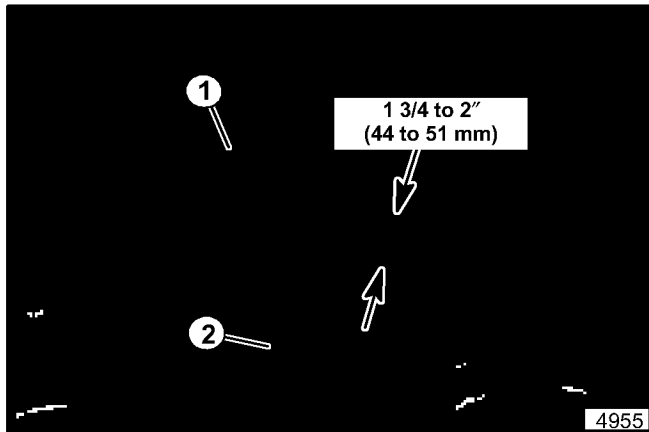

Figura 21. Espacio de la Correa de Propulsión
9. Enganche el embrague de propulsión. Mida la distancia desde el borde superior de la polea intermedia al borde superior de la correa de propulsión (vea la figura 21). La medida debe ser de 1 3/4 a 2" (44 a 51 mm).